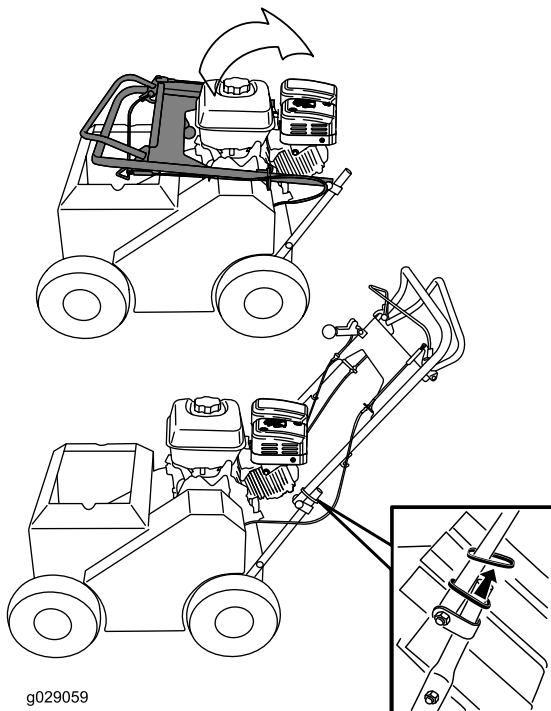

Bild 3
1. Heben Sie den Holm in die Betriebsstellung an (Bild 3).
2. Schieben Sie die ovalen Arretierringe an jeder Seite des oberen Holms nach unten und über den unteren Holm (Bild 3), sodass die Holmteile fest ineinander sitzen.